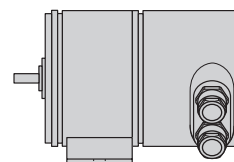

Bild 2
**Messumformer mit Zusatzgetriebe (Bild 2)**